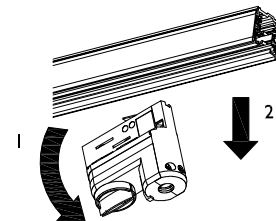

FIG. 7
6. To remove the adapter from track, select 0 position (OFF) with the circuit selector knob before moving the mechanical fixing lever counterclockwise. Pull first from mechanical fixing lever end. FIG. 7
6. Pour retirer l'adaptateur du rail, sélectionner la position 0 (ARRÊT) à l'aide du sélecteur de circuit avant de déplacer le levier de fixation mécanique dans le sens contraire des aiguilles d'une montre. Tirer d'abord sur l'extrémité du levier de fixation mécanique. FIG. 7